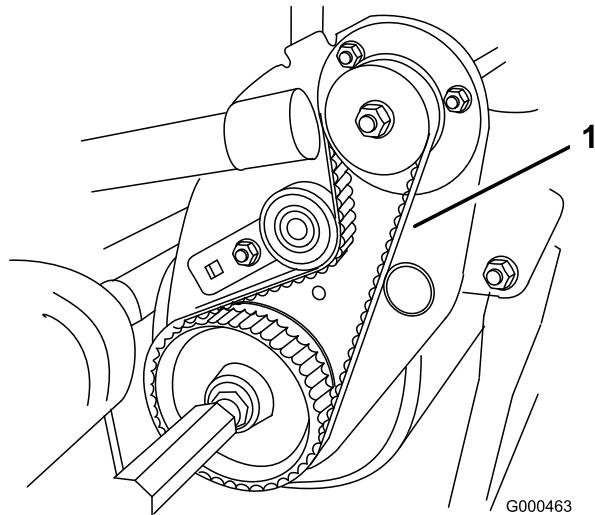

Figura 39
- Verificate la tensione premendo sulla cinghia (Figura 39) al centro tra le pulegge, applicando una forza di $2 \pm 0,5$ kg. La cinghia deve flettersi di 6,3 mm. In caso contrario, procedete come segue.